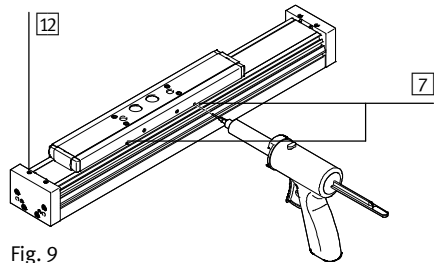

Fig. 9
1. Schrauben [12] lösen (→ Fig. 9).